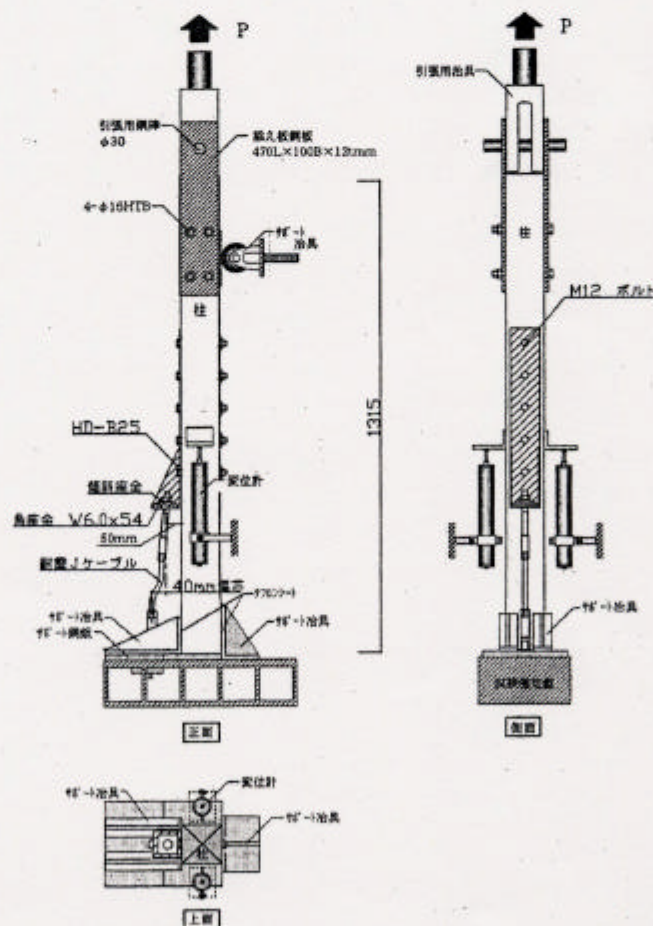

図3. 1：耐震Jケーブルを用いた HD-B25 の引張荷重試験方法
(1) 試験方法は、図3. 2に示す。
(2) 試験体の設置